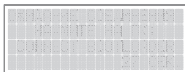

Рис. 27.
8. Нажать **«ПРОГ»** на регуляторе. На дисплее регулятора появится окно (см. Рис. 27);